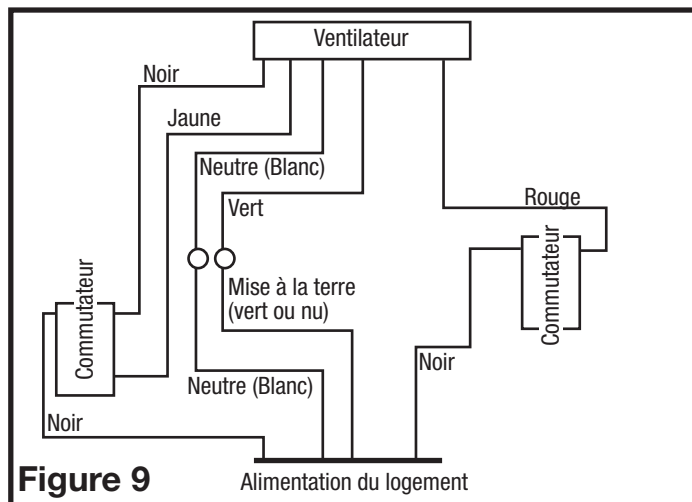

Figure 9
- 3b. À partir de l'endroit où vous avez choisi d'accéder à la boîte de jonction du ventilateur, connectez le fil blanc de la maison au fil blanc du ventilateur. Connectez le fil de la position automatique sur l'interrupteur mural au fil noir du ventilateur, connectez le fil de la position manuelle sur l'interrupteur au fil jaune du ventilateur. Connectez le fil de terre de la maison au fil vert du boîtier du ventilateur (**Figure 9**). Utilisez des méthodes approuvées pour toutes les connexions.
- 3c. **Câblage des lumières :** Utilisez un interrupteur mural standard correctement mise à la terre, connectez le fil noir de l'alimentation d'un côté de l'interrupteur. Branchez le fil rouge (lumière) du boîtier du ventilateur à l'une des bornes sur le commutateur. Connectez le fil violet (lumière de nuit) du boîtier du ventilateur à un terminal séparé sur l'interrupteur (**Figure 9**). Utilisez des méthodes approuvées pour toutes les connexions.